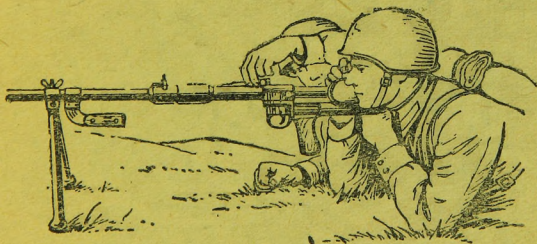

Рис. 15. Вкладывание патрона и закрывание затвора
2. Вложить патрон через верхнее окно ствольной коробки в патронник и дослать его затвором (рис. 15).